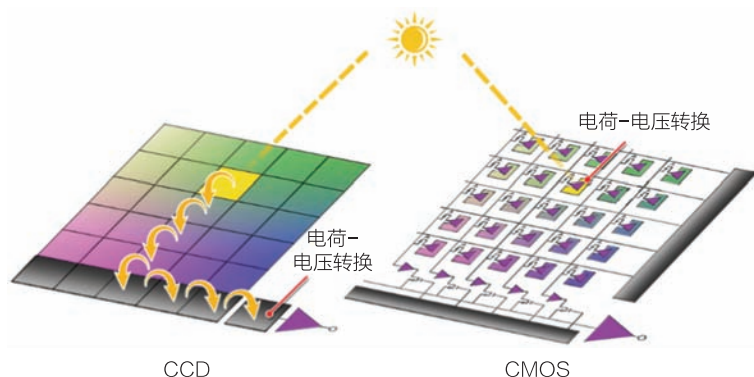

图 2-1-6 CCD 与 CMOS 成像原理对比
3) CCD 与 CMOS 的对比：CCD 与 CMOS 都是利用感光二极管进行光电转换，但是成像原理却各不相同。如图 2-1-6 所示，CCD 传感器每一行中每一个像素的电荷数据都会依次传送到下一个像素中，由最低端部分输出，再经由传感器边缘的放大器进行放大输出。而 CMOS 传感器中，每个像素都紧接一个放大器和 A/D 转换电路，层层转换然后放大输出。